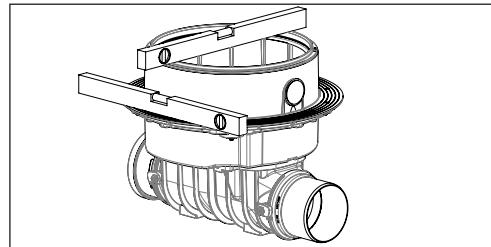

Abb. 1
2.1 KESSEL-Staufix SWA zum Einbau in die Bodenplatte (Best.Nr. 73100.10 S/X, 73125.10 S/X, 73150.10 S/X, 73200.10 S/X). Gilt entsprechend auch für den Einbau *Controlfix*. Der Grundkörper des KESSEL-Staufix SWA ist waagrecht auszurichten (siehe Abb. 1).